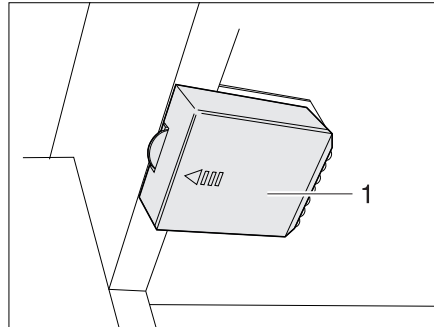

Bild 174 Kleiderschrankleuchte mit LED, Batteriefach geschlossen
- Deckel (Bild 174,1) in Pfeilrichtung aufschieben.
- Die Batterien (Bild 174,2) aus dem Batteriehalter entnehmen.
- Deckel (Bild 174,1) wieder zuschieben.